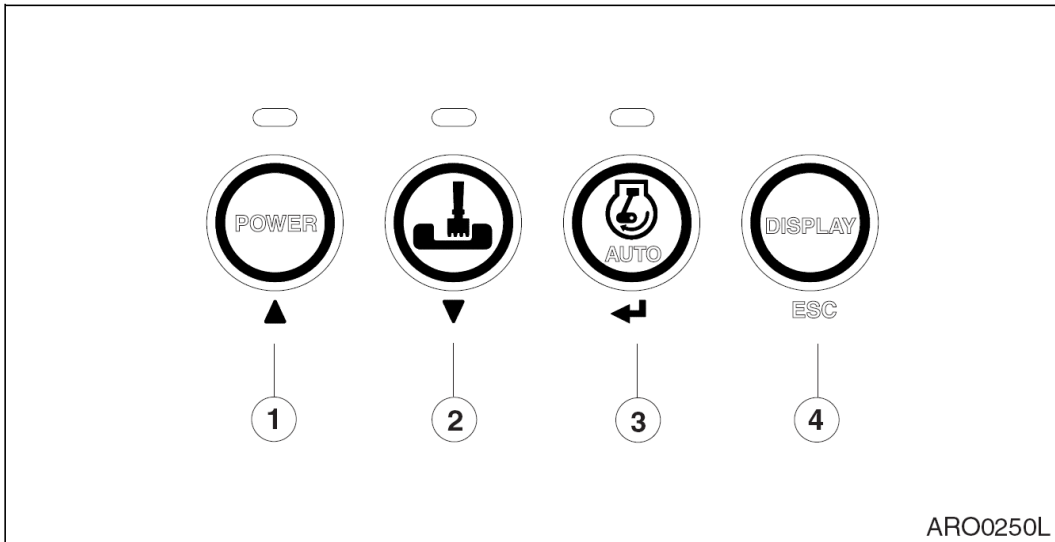

Рис. 68
- Кнопка со стрелкой вверх (▲, 1 на рис. 68): используется для перемещения пункта меню вверх или влево.
- Кнопка со стрелкой вниз (▼, 2 на рис. 68): используется для перемещения пункта меню вниз или вправо.
- Кнопка "Enter" (Ввод) (↵, 3 на рис. 68): используется для установки меню или стирания времени использования фильтра/масла.
- Кнопка Меню/ (ESC, 4 на рис. 68): Используется для входа в главное меню или для возврата к предыдущему экрану из каждого подменю.